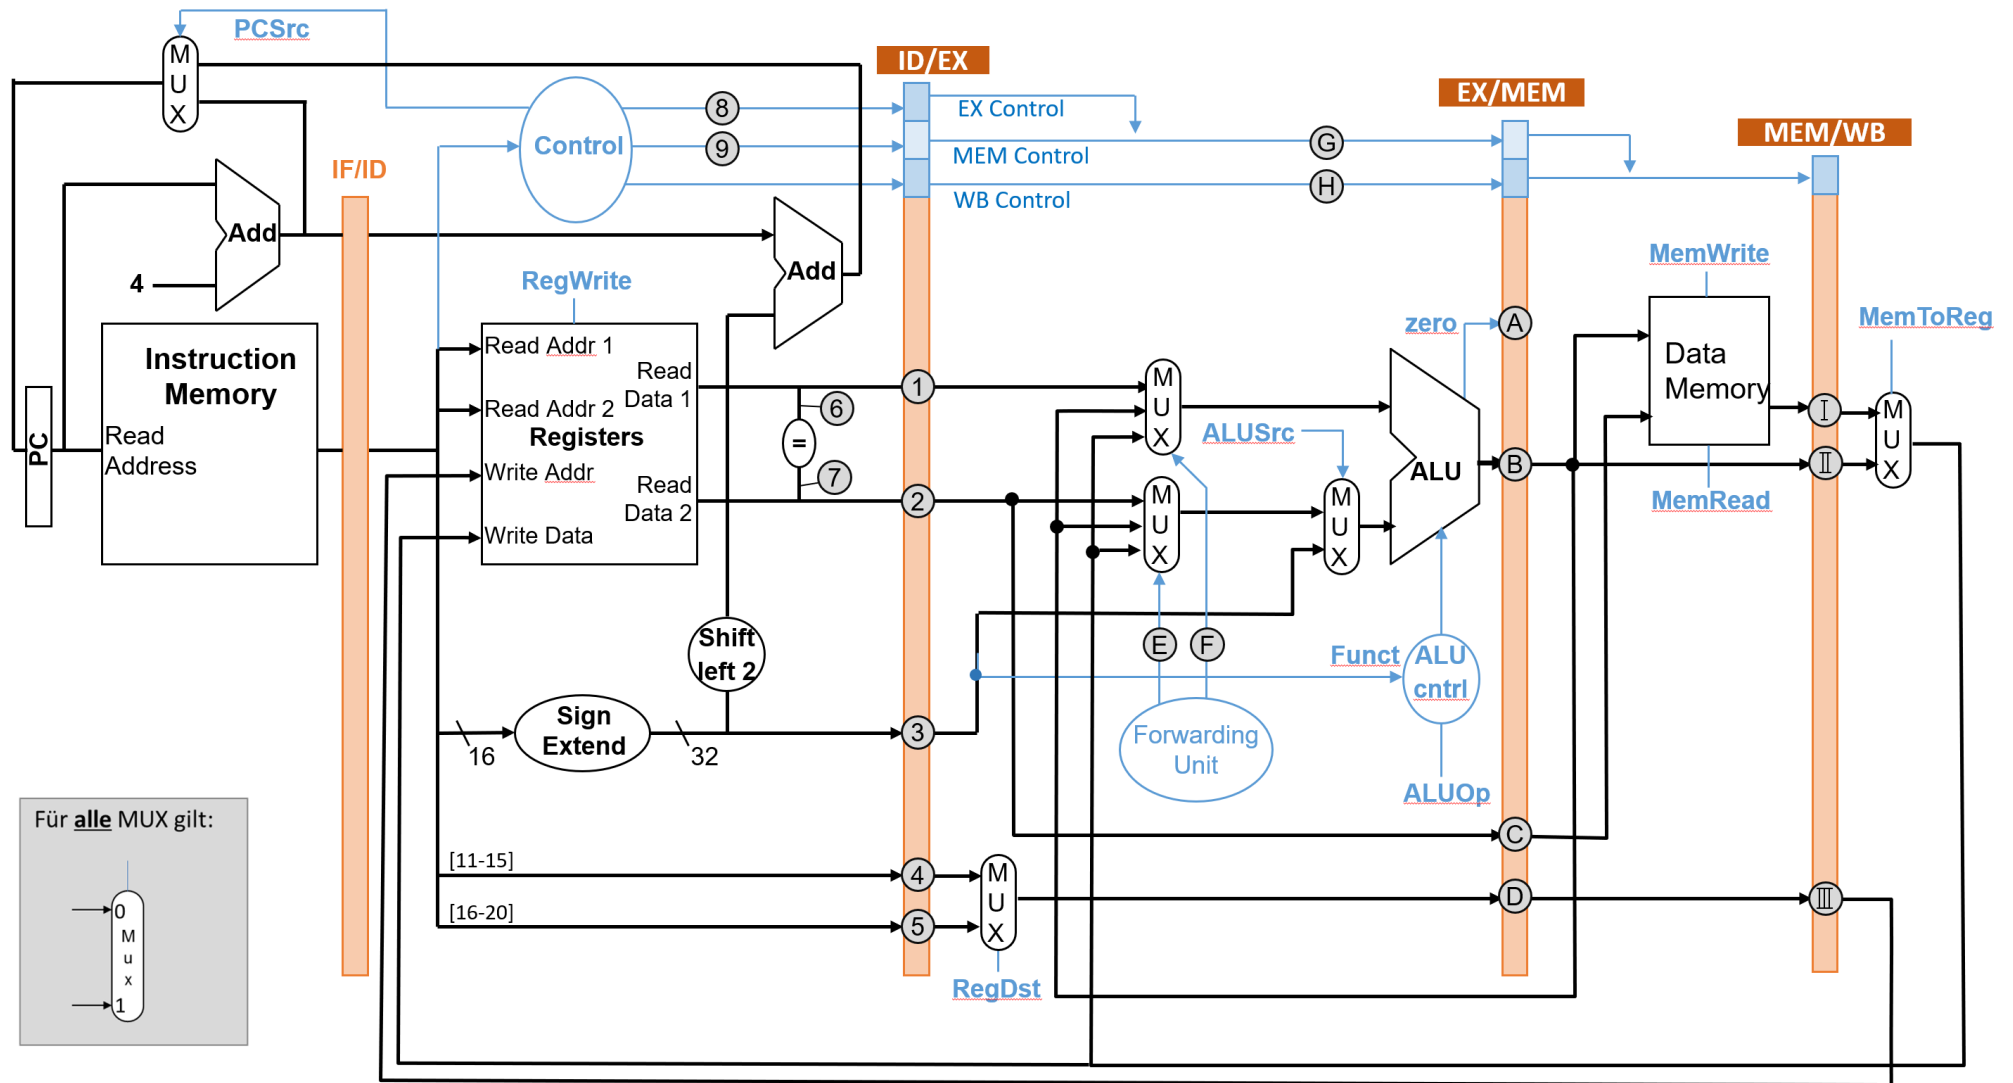

Abbildung 4.1 Single-Clock-Cycle-Pipeline-Diagramm
Vollziehen Sie detailliert den Ablauf der Instruktionen von **Zeile 1** bis inklusive **Zeile 6** nach, indem Sie die Inhalte aller Pipeline-Register und Forwarding-Entscheidungen protokollieren. Gehen Sie davon aus, dass Sprungbedingungen mit zusätzlicher Hardware in der ID Stage evaluiert werden. Zudem sei Forwarding sowohl für die Evaluierung der Sprungbedingung in der ID Stage als auch für die Berechnungen in der EX Stage unterstützt. Abbildung 4.1 zeigt ein Single-Clock-Cycle-Pipeline-Diagramm dieser CPU. Das Forwarding für die Evaluierung der Sprungbedingung ist im Diagramm nicht enthalten um die Übersichtlichkeit zu verbessern.
- 4.2.1 Tragen Sie in die Abbildung 4.2 in die weißen Kreise die entsprechenden Nummern oder Buchstaben aus Abbildung 4.1 ein. Sie finden diese in der Abbildung 4.1 in den grau hinterlegten Kreisen.